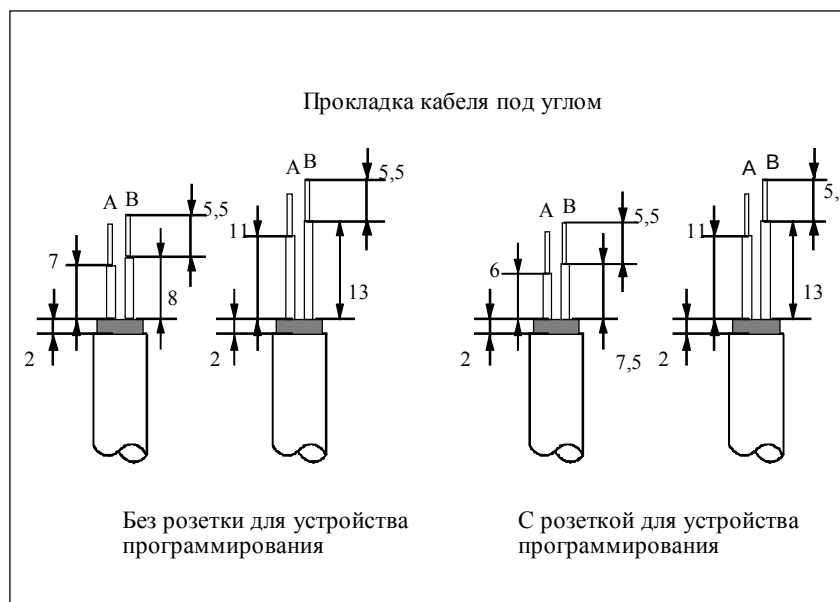

Рис. 7-9. Длины снятия изоляции для подключения к шинному
1. Снимите изоляцию с шинного кабеля в соответствии с рис. 7-9.